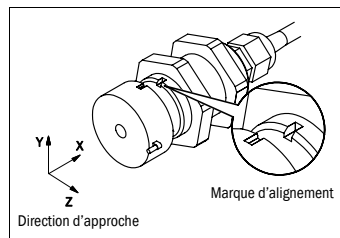

Fig. 6 : Alignement du transpondeur et de l'actionneur
- Respecter les différentes positions de fonctionnement possibles, cf. Fig. 6.
- les surfaces actives du capteur et de l'actionneur se trouvent face à face et au même niveau lorsque le dispositif de protection est fermé (Fig. 6) ;